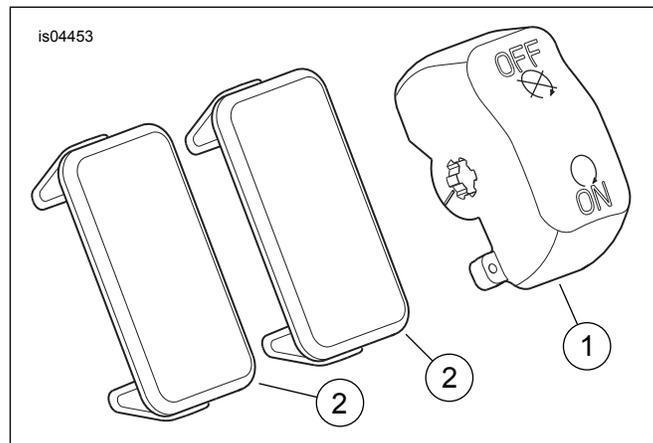

Figura 5. Parti di ricambio, kit cappuccio dell'interruttore di accensione/spegnimento
Vedere Figura 5 e Tabella 1.
4. Facendo leva, sollevare il cappuccio per staccarlo dal perno di snodo (3) sul lato inferiore dell'interruttore e rimuoverlo.
5. Vedere Figura 5. Selezionare dal kit il cappuccio cromato di ricambio dell'interruttore.